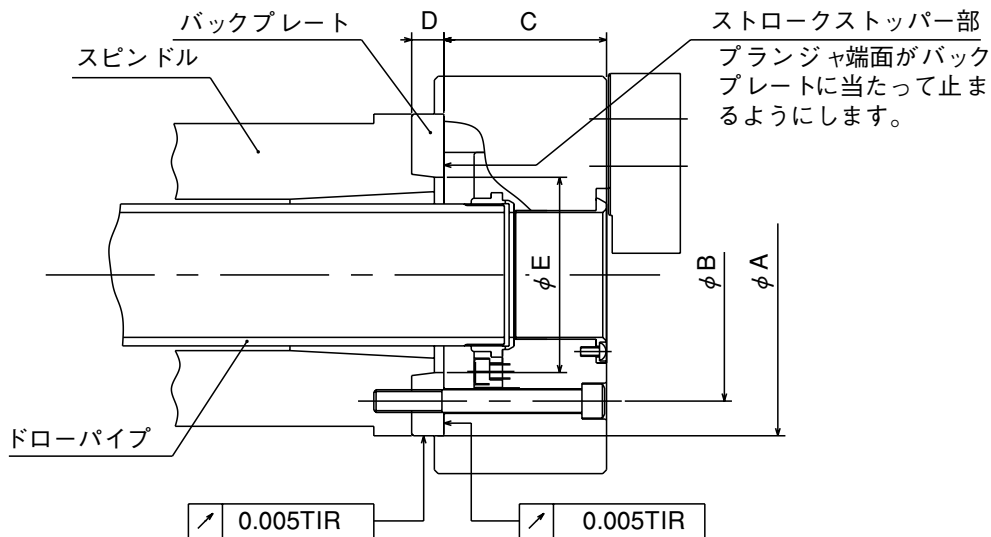

図19
- 図19はJISショートテーパ規格の場合である。
- バックプレートはプランジャナットを引いた際に、プランジャナット端面がバックプレートに当たって止まるような寸法（図19の寸法φE）とすること。ストロークが規定よりも大きくなると、チャックの破損や把握不良の原因となる。